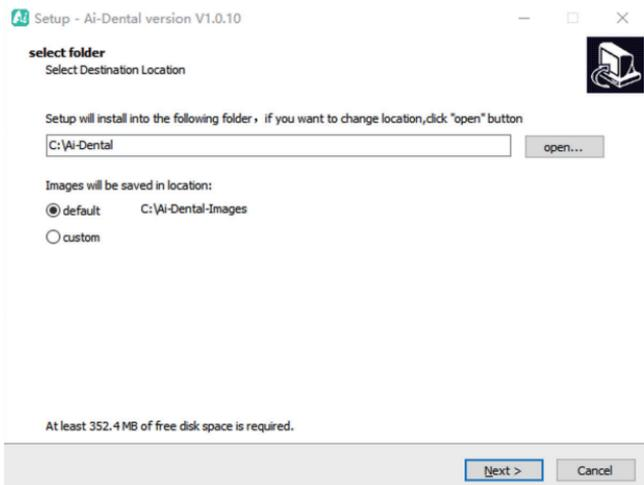

Figura 4
3.1.3 Una vez iniciado el programa de instalación, pulse el botón "Examinar" para seleccionar la ruta de instalación. Una vez seleccionada la ruta, pulse el botón "Siguiente", como se muestra en la Figura 4: